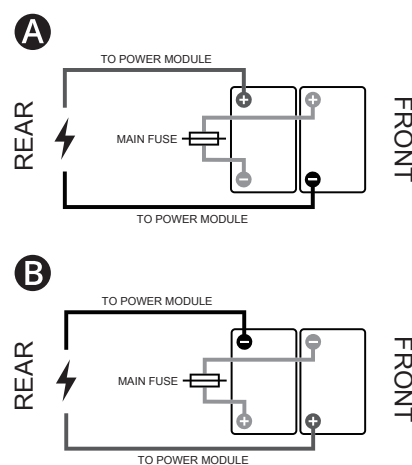

Abbildung 381. Der Aufkleber auf der Innenseite der hinteren Abdeckung zeigt den Batterieschaltplan.
4. Zur weiteren Orientierung zeigt der Aufkleber auf der Innenseite der hinteren Abdeckung auch den Batterieschaltplan. Siehe Abbildung 381.